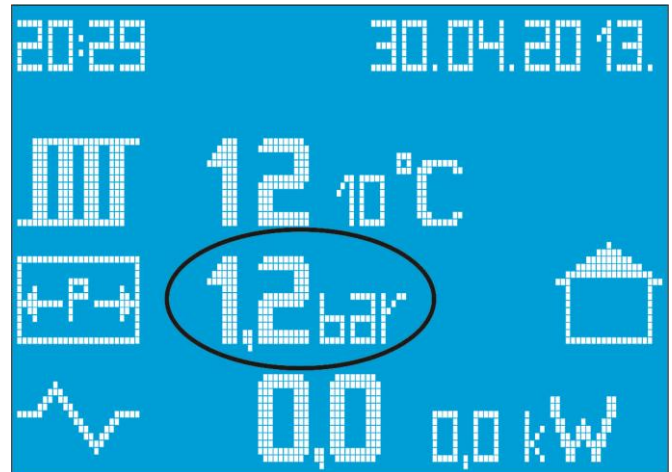

Bild 5: Display mit Druckbezeichnung
- Entlüften Sie den Kessel über das Entlüftungsventil (Abb. 5 und 6).